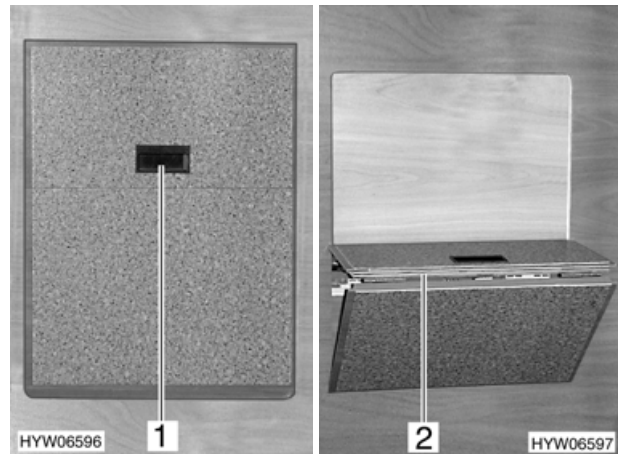

Fig. 49 Scalino del letto in coda
- Tirare lo scalino in avanti servendosi della maniglia (Fig. 49,1).
- Spingere lo scalino (Fig. 49,2) verso il basso fino allo scatto del fine corsa.